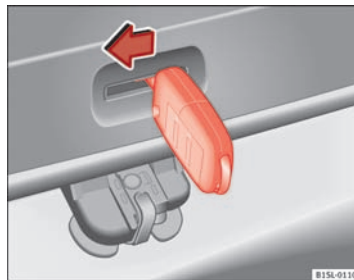

Fig. 130 Fra bagagerummet: nødoplåsning af bagklap ►
- Sæt nøglekammen ind i åbningen i bagklappen ⇒ Fig. 130, og tryk udløserarmen i pilens retning for at låse bagklappen op. ■